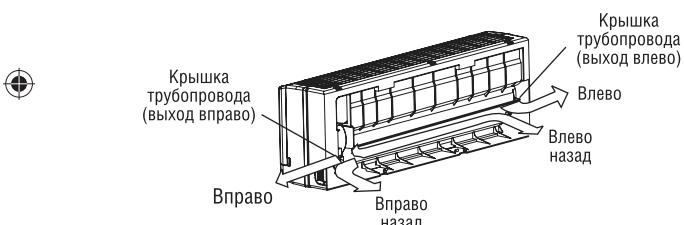

Рис. 6
- Для подключения трубопровода к внутреннему блоку справа или справа сзади снимите заглушку с левой стороны задней крышки. Объясните пользователю, что заглушку нужно сохранить на тот случай, если кондиционер в будущем установят в другое место (рис. 6).